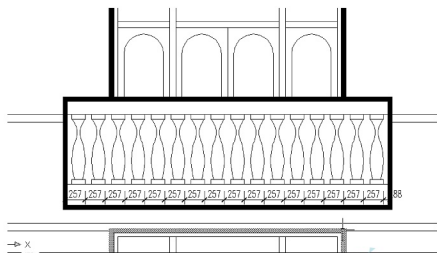

图 4.58 定距等分插块
(1) 使用【创建块】命令把“花瓶”制作成名为“花瓶”的图块, 块的基点定在花瓶的右下角点处。
(2) 启动【定距等分】命令 (快捷键 ME)。
① 在**选择要定距等分的对象**: 提示下, 单击 A 线的左半部分, 选择 A 线。
② 在**指定线段长度或 [块(B)]:** 提示下, 输入 “B”, 表示用块进行测量。
③ 在**输入要插入的块名**: 提示下, 输入 “花瓶” 以确定要插入的图块。
④ 在**是否对齐块和对象? [是(Y)/否(N)]<Y>**: 提示下, 输入 “Y”, 表示块与被测量对象是对齐的。
⑤ 在**指定线段长度**: 提示下, 输入 “257”, 结果从 A 线左端点每 257mm 插入一个花瓶块, 如图 4.58 所示。